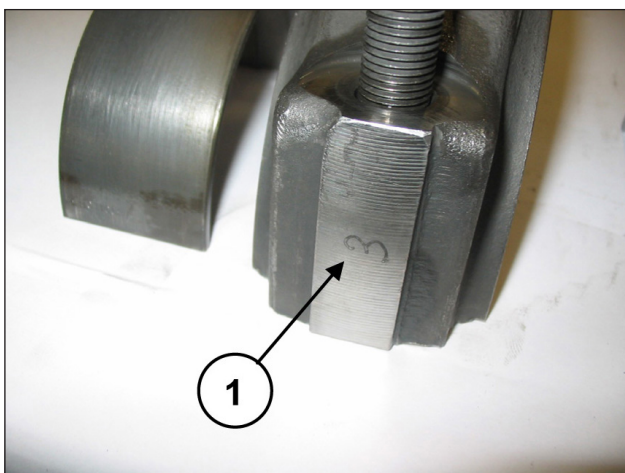

Fig. 18
Para evitar posibles errores, sombreretes y semibielas han sido enumerados en un lateral (pos. ①, Fig. 18).